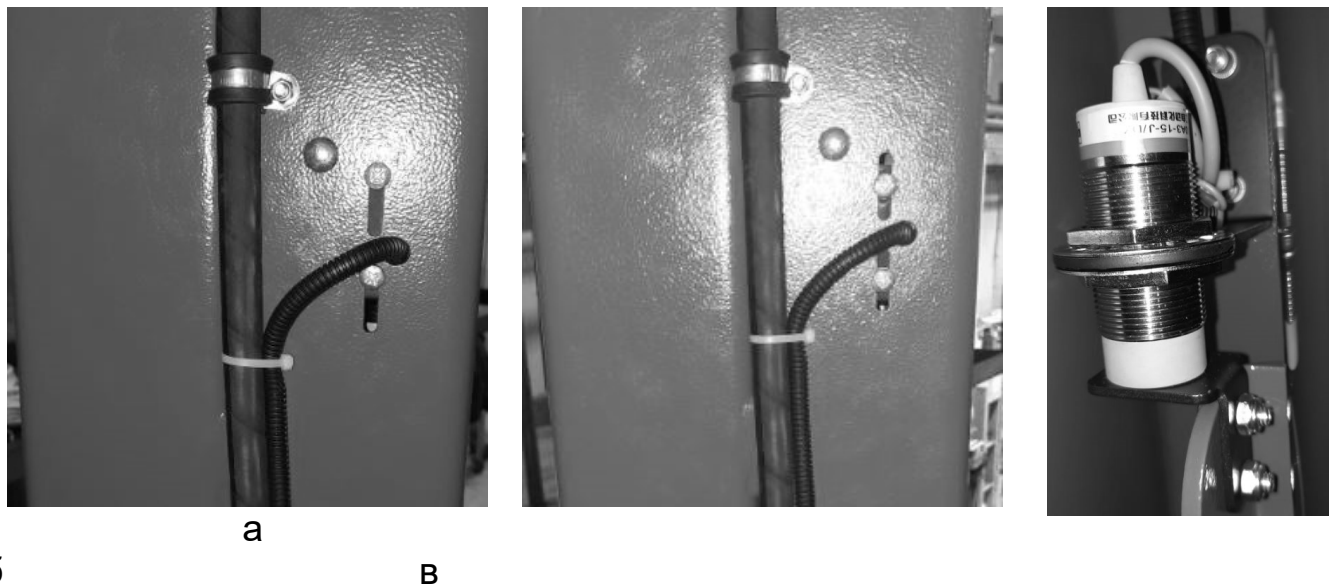
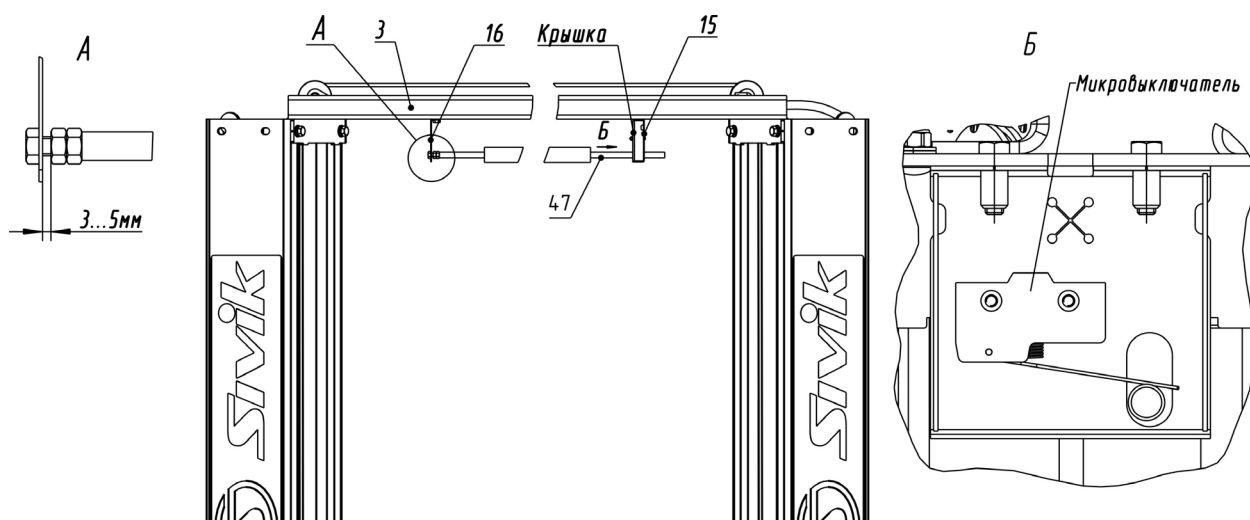

Рисунок 6.7 – Система автоматического отключения насосной станции при достижении каретки крайнего верхнего положения
Рисунок 6.8 – Системы автоматического отключения привода насосной станции при касании автомобиля ограничительной трубки
При монтаже подъемника закрепить датчик на кронштейне с помощью двух гаек. При этом расстояние от торца датчика до кронштейна должно быть равно 30 ± 5 мм. Кронштейн с датчиком необходимо закрепить в пазах стойки в верхнем положении (см. Рисунок 6.7 а).
Для настройки положения датчика поднять каретки подъемника в крайнее верхнее положение. Ослабить крепление кронштейна датчика (винты М6х20) (см. Рисунок 6.7 б) и опустить кронштейн до касания торца датчика и флажка каретки (см. Рисунок 6.7 в). Затянуть винты.
6.12.2 Установить на перекладину 3 кронштейны 15 и 16 с помощью болтов М6х20 и гаек М6 (рисунок 6.8). Ограничительную трубку 47 продеть через кронштейн 15 (при этом флажок микровыключателя должен быть над ограничительной трубкой) (рисунок 6.7 вид Б). Другой конец ограничительной трубки закрепить с помощью болта М8х25 и контргайки М8, выдержав зазор 3...5мм между контргайкой и кронштейном 16 (рисунок 6.7 вид А). Короткий кабель, выходящий из кронштейна 15 соединить с длинным кабелем, идущим в пульт управления. Кабель с помощью пластиковых хомутов закрепить к рукаву так, чтобы кабель не касался системы тросов.